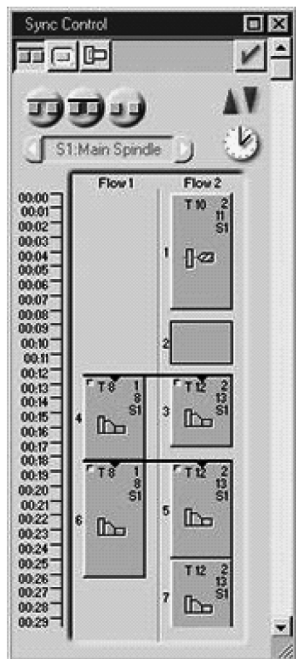

图 7-22 同步操作
14) 选择操作 5 和操作 6 的上半部分，然后设置过程同步，如图 7-22 所示。